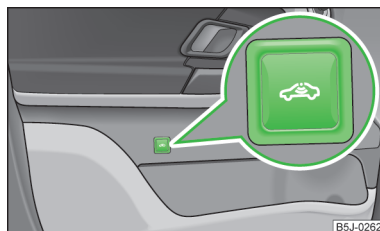

Fig. 17
- Premere il tasto con il simbolo  » fig. 17 nella porta del conducente.